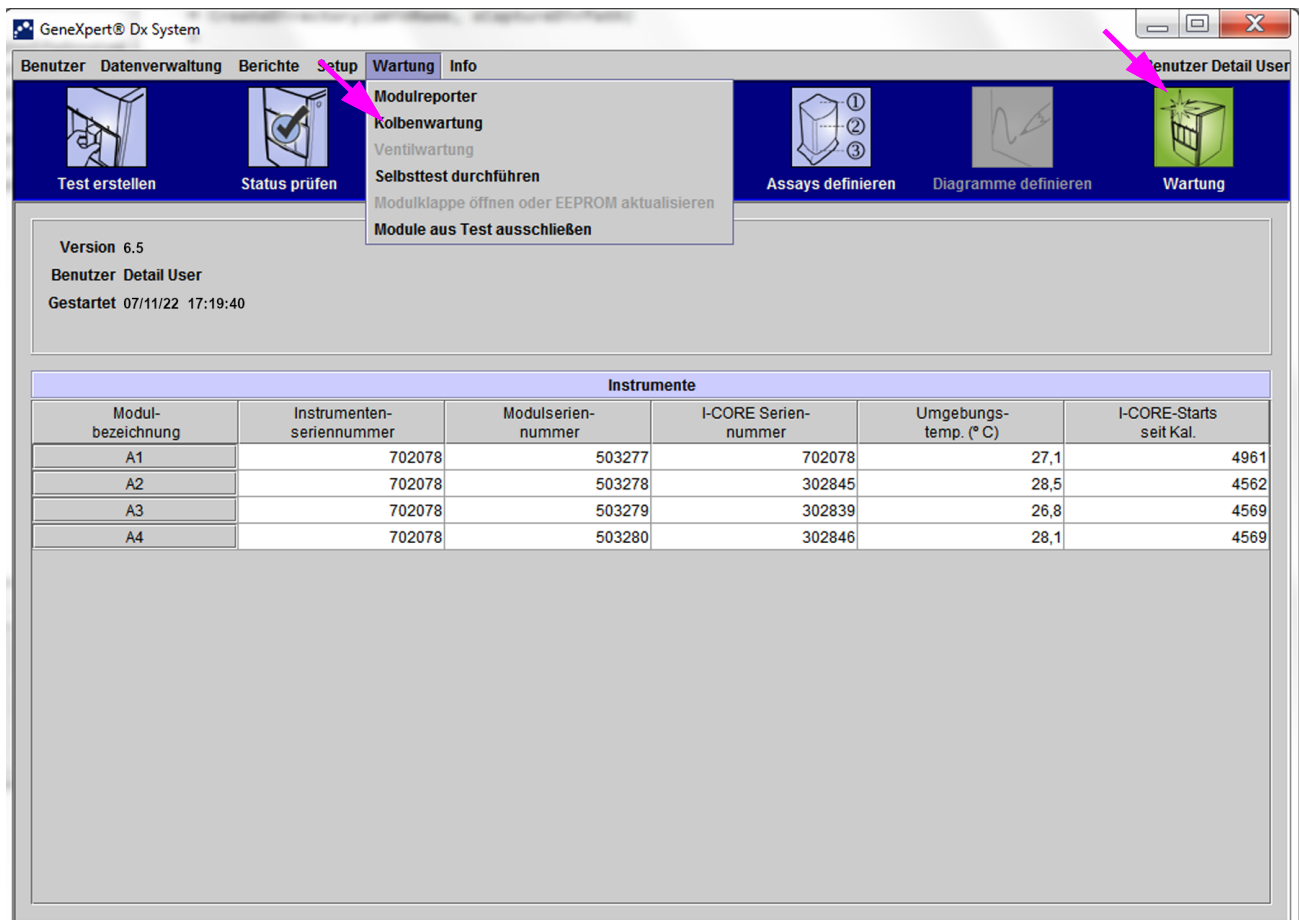
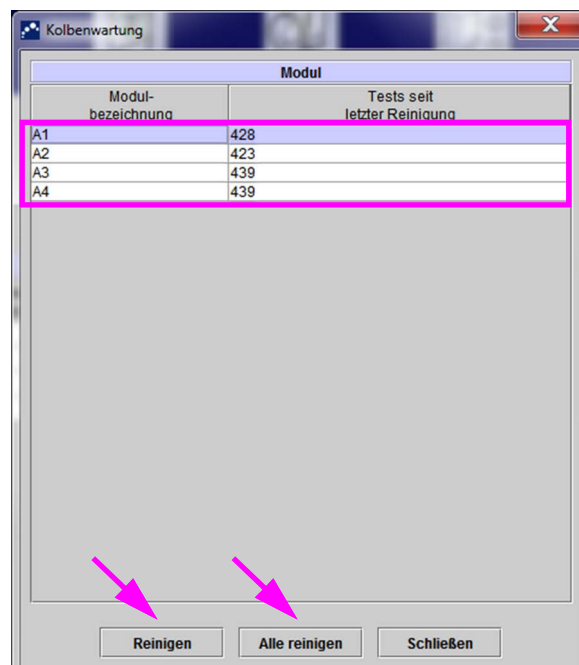
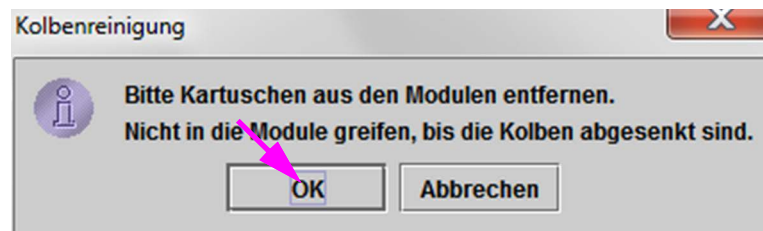

Abbildung 9-2. GeneXpert Dx System-Fenster
Abbildung 9-3. Dialogfeld „Kolbenwartung“
Abbildung 9-4. Dialogfeld „Kolbenreinigung“
2. Klicken Sie im GeneXpert Dx System-Fenster auf das Symbol **Wartung** (vgl. Abbildung 9-2). Der Bildschirm **Wartung** wird angezeigt.
3. Klicken Sie in der Menüleiste auf **Wartung** (vgl. Abbildung 9-2) und wählen Sie **Kolbenwartung**. Das Dialogfeld **Kolbenwartung** wird angezeigt. Siehe Abbildung 9-3.
4. Wählen Sie in der Tabelle **Modul** die zu reinigenden Module aus und wählen Sie anschließend **Reinigen** oder **Alle reinigen** (vgl. Abbildung 9-3). Das Dialogfeld „Kolbenreinigung“ wird angezeigt (vgl. Abbildung 9-4).